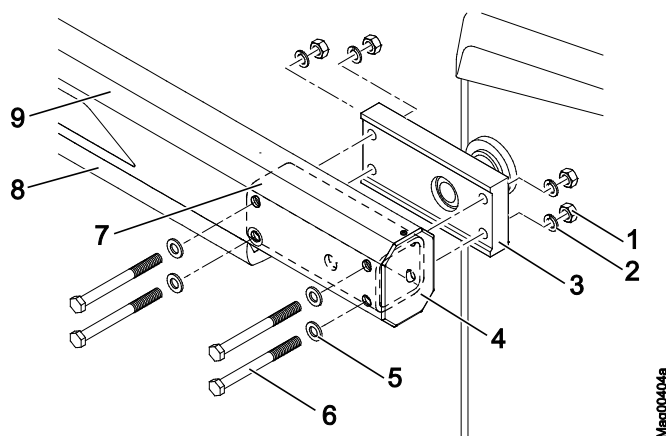

Bild 30: Montera bomröret
6. Skjut in fyrkantröret enligt bilden Bild 30 på flänssidan i bomröret.